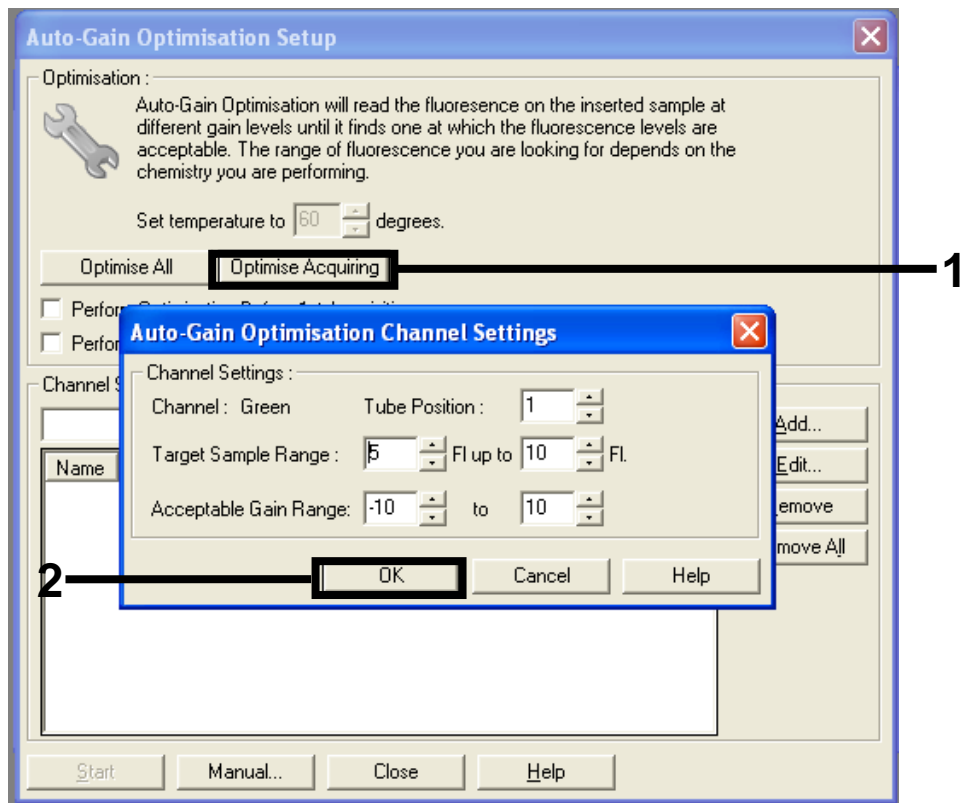

Figure 11. Optimisation automatique de l'augmentation pour le canal vert.
14. Cliquer sur le bouton « Optimise Acquiring » (optimiser l'acquisition). Les paramètres des canaux sont affichés pour chaque canal. Accepter ces valeurs par défaut en cliquant sur « OK » pour les deux canaux (Figure 11).